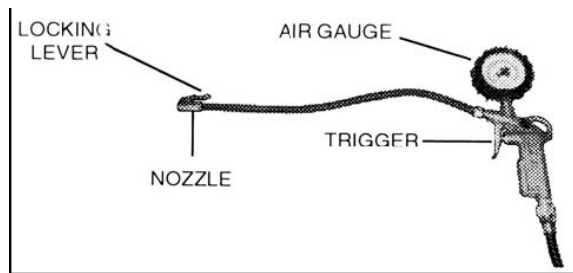

рис.4
5) Нажмите на спусковой крючок на пистолете накачки для выпуска воздуха из наконечника (рис.4).
- 2) Чтобы накачать шину, вставьте наконечник пистолета для накачки (см. рис.4) в сосок шины при положении запирающего рычажка «UP» («Вверх»). Убедитесь, что сопло плотно обхватывает сосок.